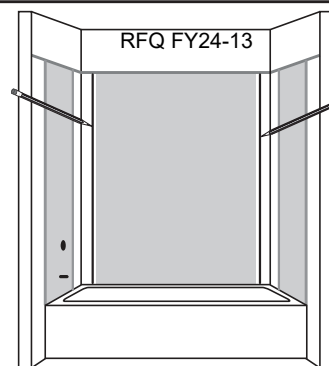

Ilustración 2
A) Monte a seco los paneles comenzando con el panel posterior primero, manteniéndolo centrado, equidistante entre las 2 esquinas de la pared. Use cinta protectora para mantener el panel en su lugar. Marque una línea vertical de arriba a abajo en los bordes de esquina del panel en la pared posterior para asegurarse de que el panel esté centrado entre las 2 esquinas como referencia. **Vea la ilustración 2.**